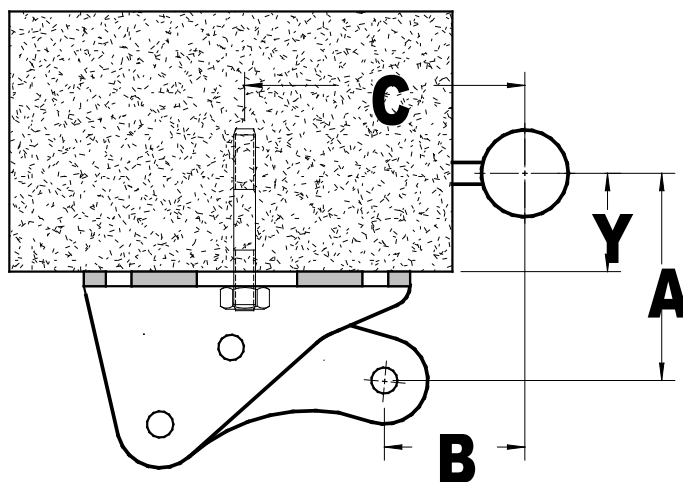

FIGURE 2
- 1.2 Préposer l'attache arrière sur le pilier (Figure 2), de façon que l'axe du trou oblong (Cote C), ainsi que les cotes A et B, se situent en conformité des diverses cotes des opérateurs, mentionnées sur le tableau ci-dessous :